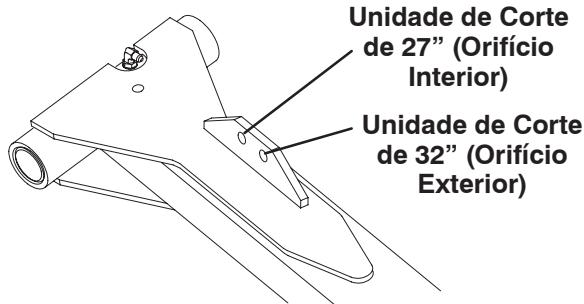

Figura 8
- Fixe a outra extremidade da corrente ao orifício da patilha de montagem do braço de elevação com passadores de forquilha e contrapinos. Utilize o orifício adequado do braço de elevação conforme indicado na Figura 8.